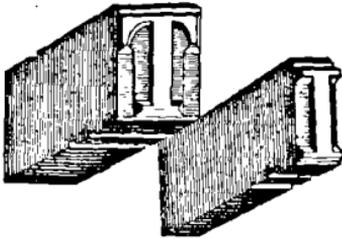

FIG. 159. — Caractères d'imprimerie.
**Fonte des caractères.** — La fonte des caractères se fait ordinairement dans des établissements spéciaux. Cependant certaines maisons importantes l'exécutent elles-mêmes. Un caractère d'imprimerie est un prisme fait avec un alliage fusible de plomb et d'antimoine (fig. 159) ; l'une des bases de ce prisme